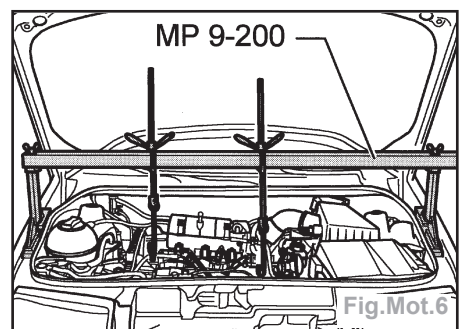

Fig.Mot.6
- Installer le dispositif de retenue MP 9-200 et retenir le moteur sur sa position de montage (Fig.Mot.6).
- Installer le dispositif de retenue MP 9-200 et retenir le moteur (Fig.Mot.6).